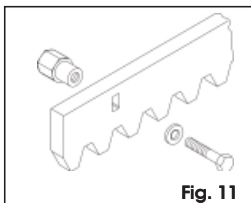

Fig. 11
5.4.1. CRÉMAILLÈRE À SOUDER EN ACIER (Fig. 11)